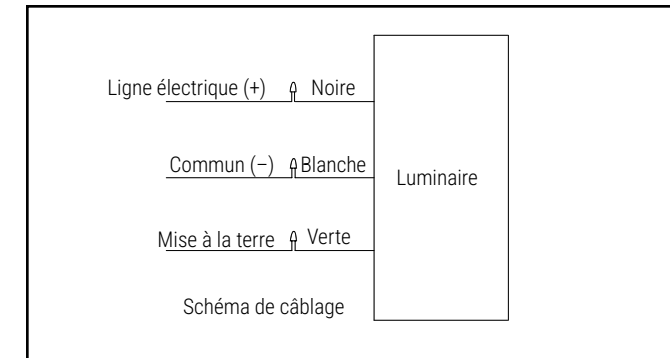

Figure 3.
- Desserrez les deux (2) boulons de centrage et retirez une (1) vis de serrage.
- Consultez le schéma de câblage pour effectuer les raccordements. (figure 3)